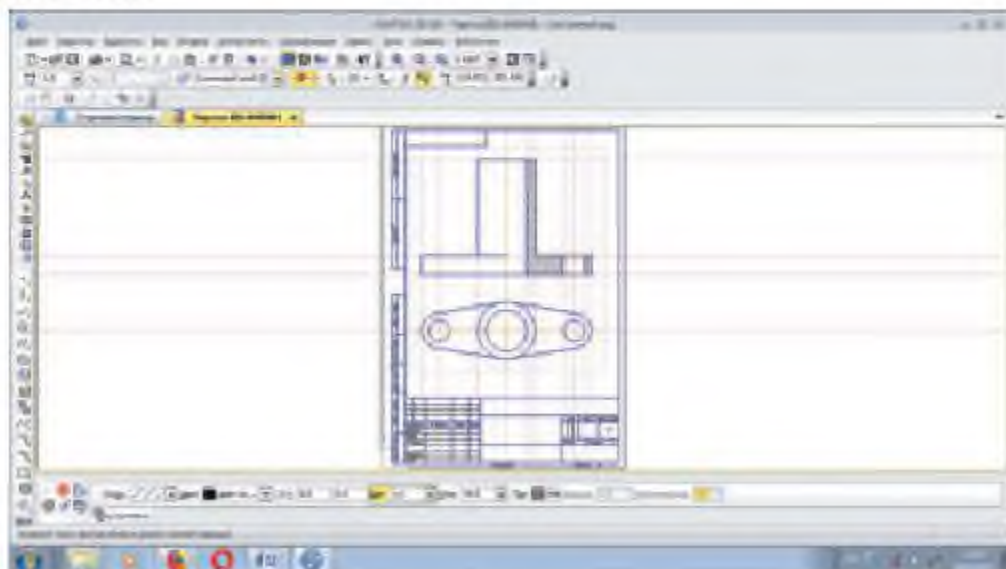

Рис. 15.6
5. Наносим штриховку. Для этого вызываем команду Штриховка на панели инструментов, выбираем вид штриховки в окне Стиль в Панели свойств и указываем шаг штриховки в окне Шаг. Подтверждение выбранных параметров производим с помощью команды Создать объект (рис. 15.6).